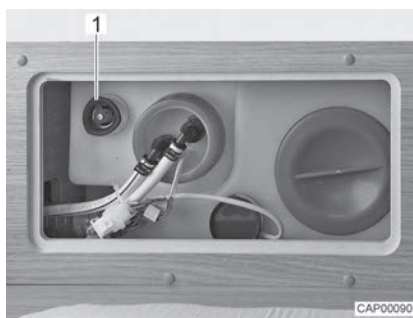

Bild 93 Vattentank med ratt
- Vrid ratten (Bild 93,1) på vattentanken medurs till stoppläget.
- Vrid ratten (Bild 93,1) på vattentanken moturs till motståndet. Vattnet rin-